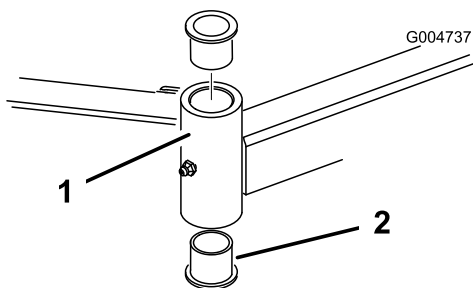

Рисунок 96
- Вставьте выколотку сверху или снизу монтажной трубы и выбейте втулку из трубы (Рисунок 96). Выбейте также из трубы другую втулку. Очистите от грязи внутреннюю поверхность трубы.